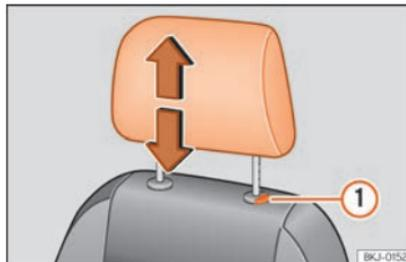

Fig. 141 Apoyacabezas delantero: ajuste o desmontaje.
- Pulse el seguro ① » **fig. 141** y extraiga el apoyacabezas.